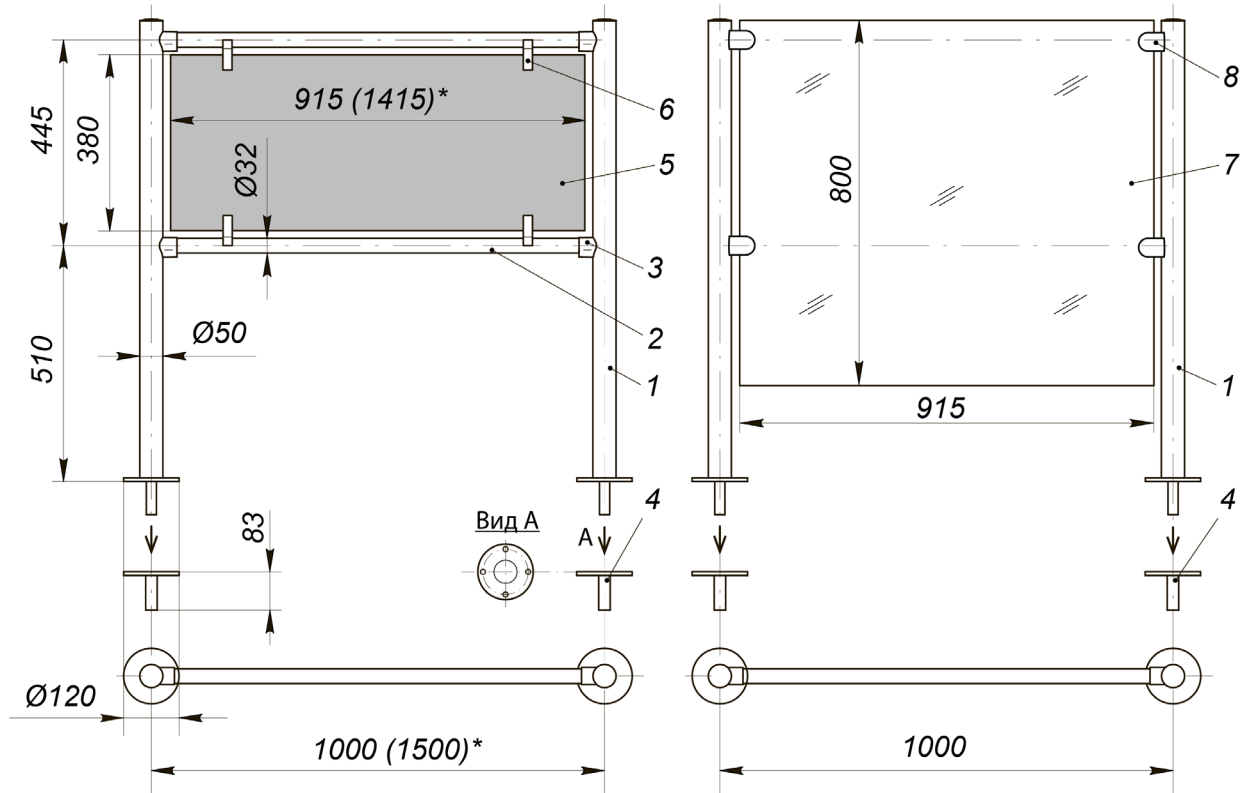

Рисунок 2. Быстросъемная секция ограждения (с заполнением)¹:
- **Быстроръемная секция ограждения** с заполнением (см. рис. 2) или без заполнения, предназначенная для периодического ограничения зоны прохода или оформления интерьера.